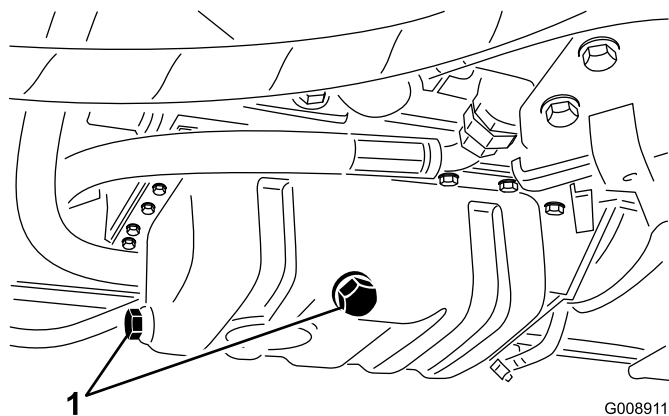

Figure 61
1. Retirez le bouchon de vidange (Figure 61) et laissez couler l'huile dans un bac de vidange.